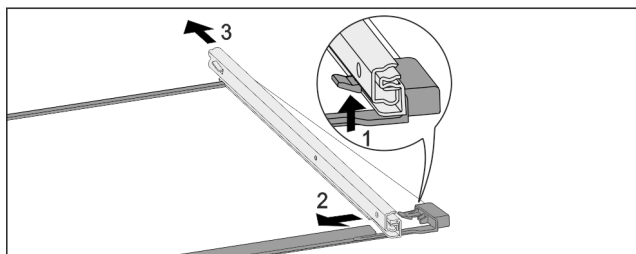

Fig. 202 Glasplatte mit Schienen
- Vorderen Rasthaken nach oben drücken. Fig. 202 (1)
- Auszugsschiene zur Seite Fig. 202 (2) und nach hinten Fig. 202 (3) wegschieben.